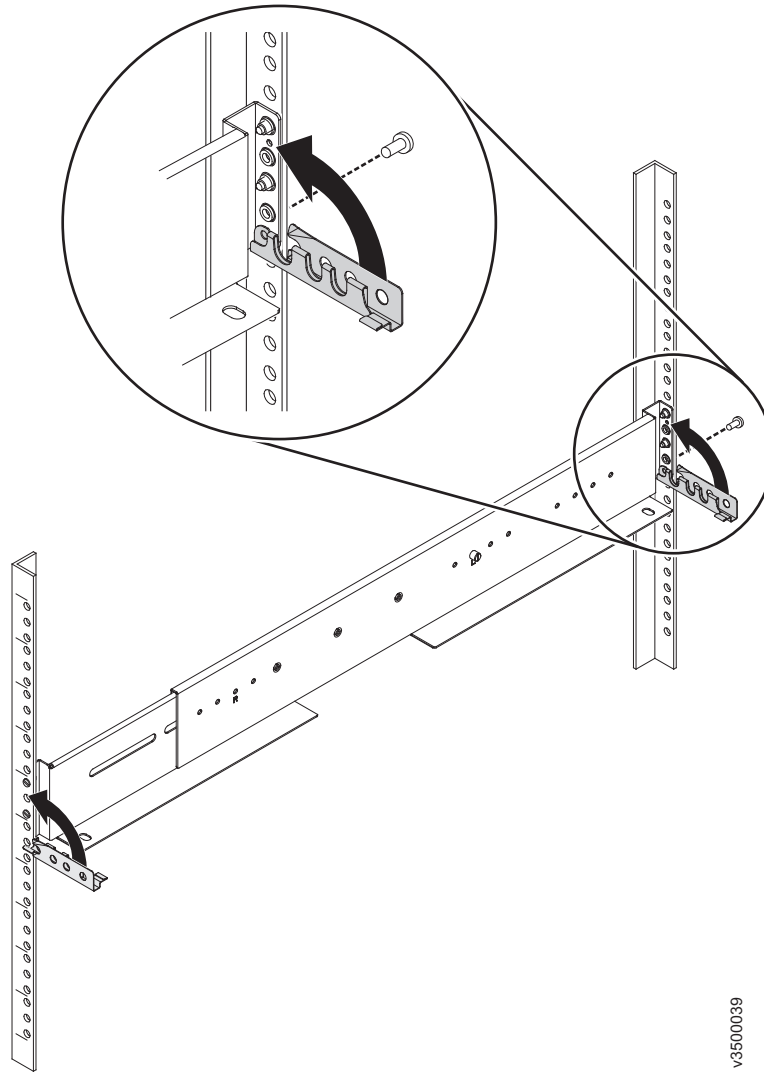

图 10. 闭合铰链支架并安装后部螺钉
7. 在导轨后部，将两个支架销钉按入机架凸缘中的孔，闭合后部铰链支架以将导轨固定到机架式机箱凸缘（请参阅图 10）。
8. 在导轨前部，将两个支架销钉按入机架凸缘中的孔，闭合前部铰链支架以将导轨固定到机架式机箱凸缘（请参阅图 10）。
9. 使用 M4 螺钉将导轨后部固定到后部机架凸缘（请参阅图 10）。